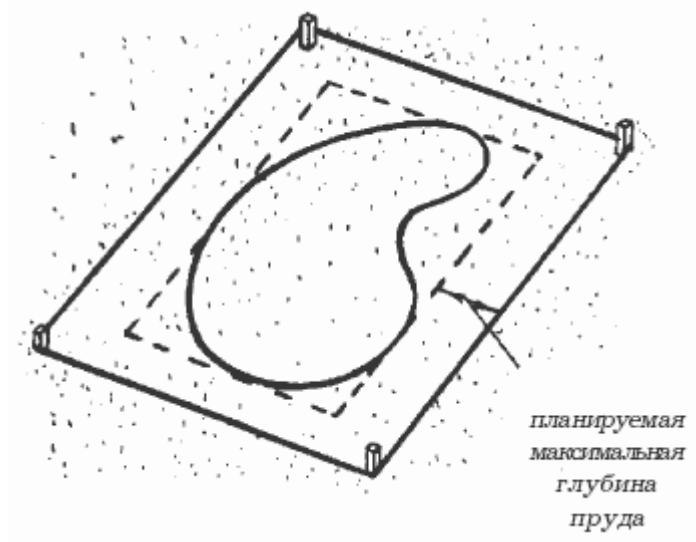

Рис. 169. Разметка границ пруда
1. Размечают границы водоема. При обозначении контуров планируемого пруда используют шнур. Размеры покрытия просчитывают с учетом глубины водоема (рис. 169).